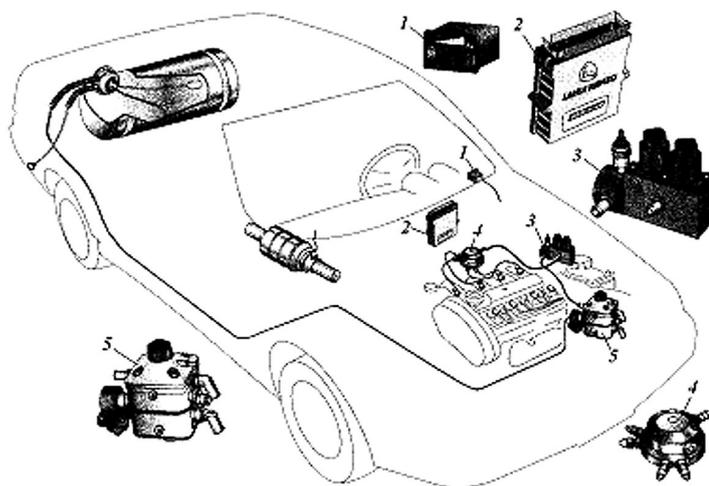

Рис. 2. Расположение на автомобиле элементов системы впрыска газа
*Установите соответствие, используя рис. 2***15. НОМЕР ПОЗИЦИИ ЭЛЕМЕНТ**
*Выберите правильные ответы***16. ЭЛЕКТРОННЫЙ БЛОК УПРАВЛЕНИЯ (ЭБУ) НА РИС. 2**